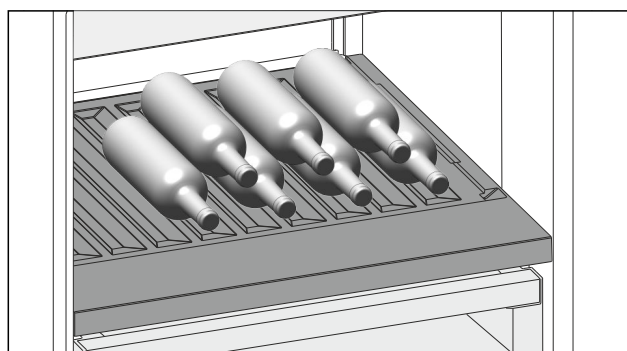

Fig. 139
- ▶ 将瓶底向后对着后壁放入瓶子。 (参见 Fig. 139)